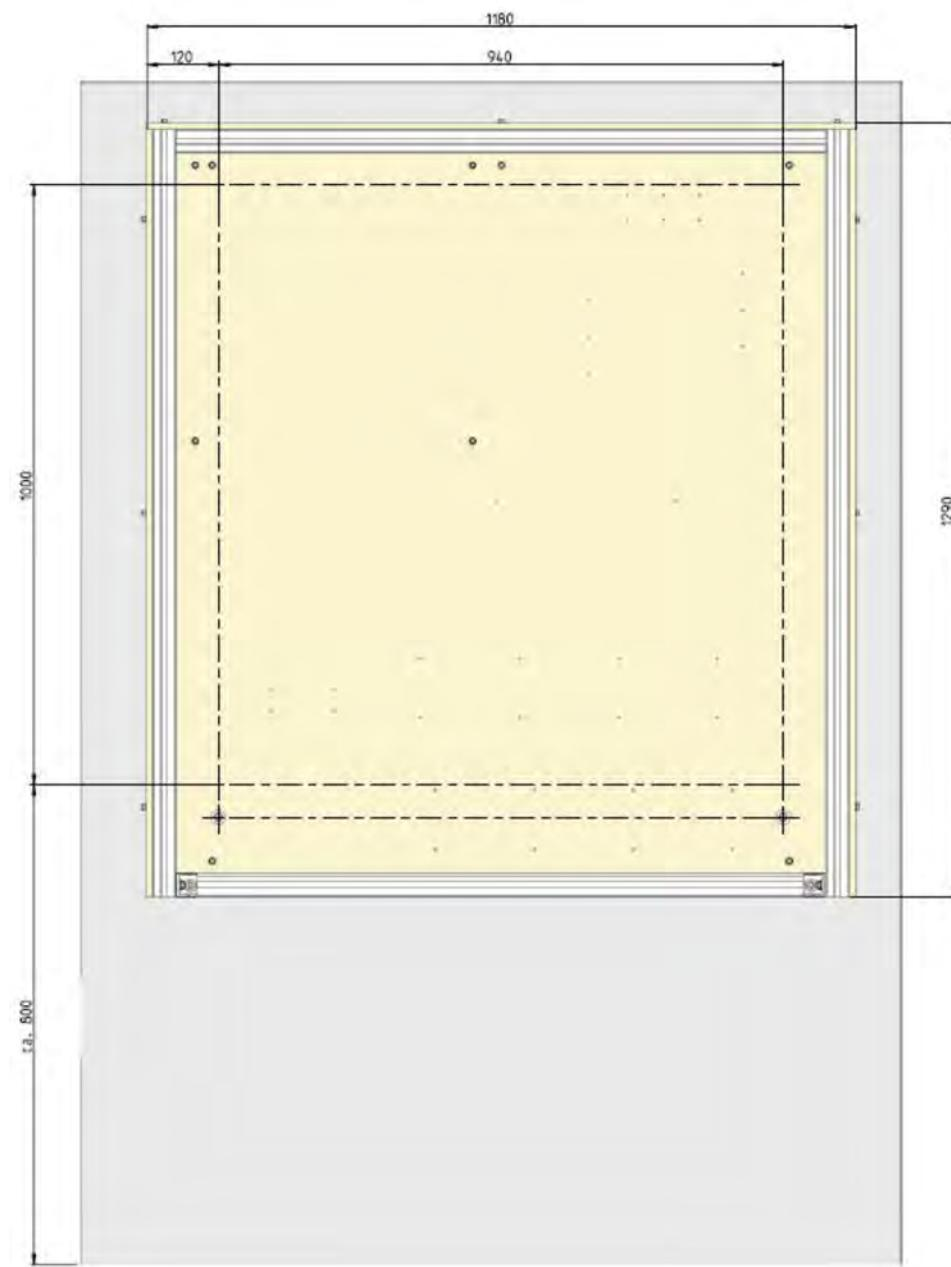

Fig. 11 : Schéma de montage
- 2.** ➔ Tracer au mur les perçages à réaliser conformément au schéma Fig. 11 .